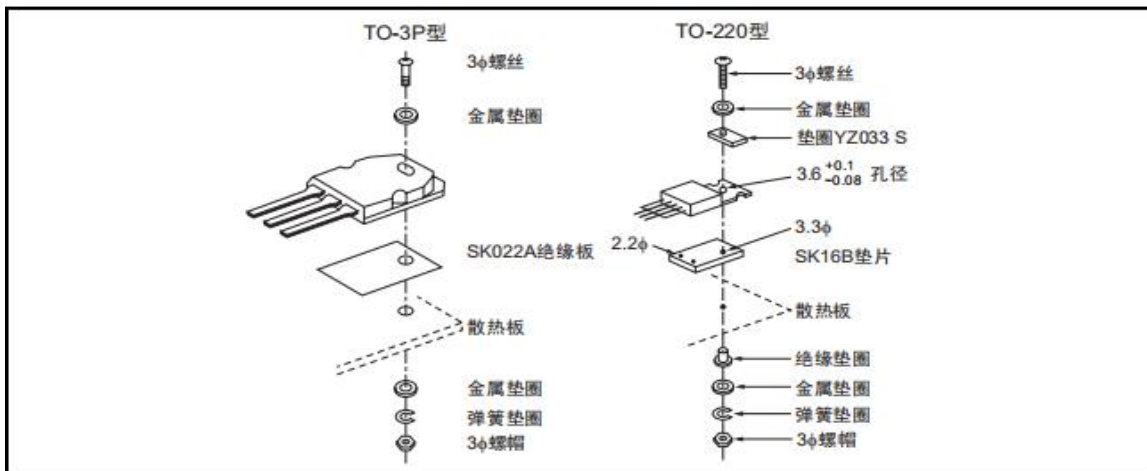

图7 功率晶体管的安装方法例子
(8) 安装功率器件时，请使用推荐的元件（垫片、垫圈、接线片、螺丝和螺母等）。（参照图 7）
(9) 注意使用的螺丝。